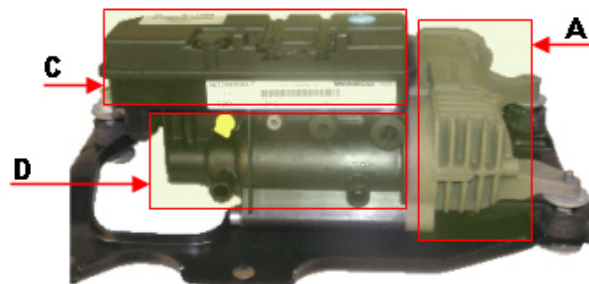

Fig. 2
- sezione (D): gruppo deumidificatore (Fig. 2)